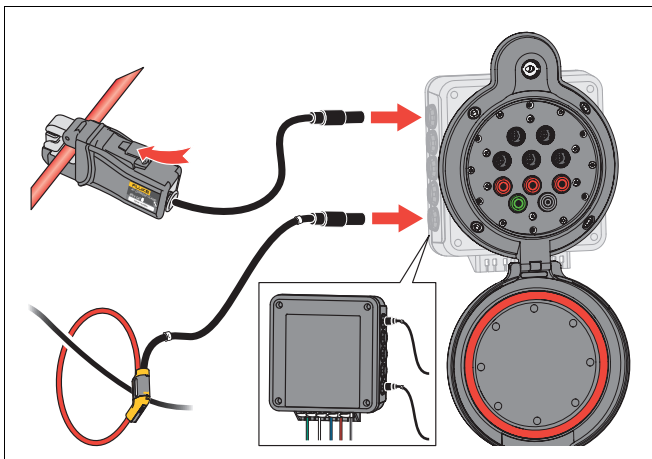

Figura 5. Conexiones de corriente
1. Aplique iFlex o una pinza alrededor del cable de fase para medir. Consulte la figura 5. Asegúrese de que la flecha situada en el sensor de corriente coincide con la dirección del flujo de corriente.